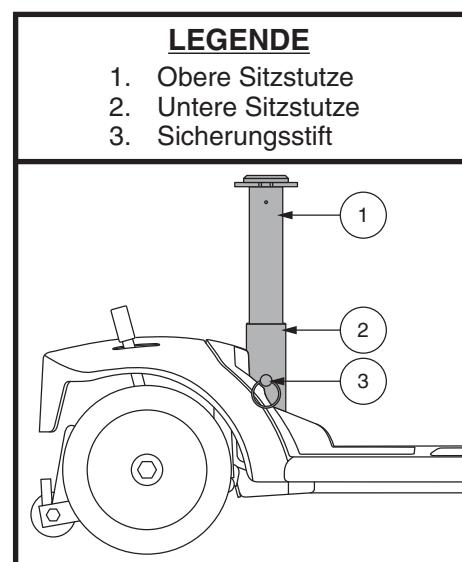

Abb. 25. Einstellung der Sitzhöhe
Der Sitz kann in verschiedenen Höhenstellungen eingestellt werden. Siehe Abb. 25.
2. Entfernen Sie die obere Sitzstütze vom Elektromobil, indem Sie den Sicherungsstift aus dem unteren Teil der Sitzstütze nehmen. Ziehen Sie die Stütze dann senkrecht nach oben aus dem Elektromobil. **Siehe Abb. 25.**